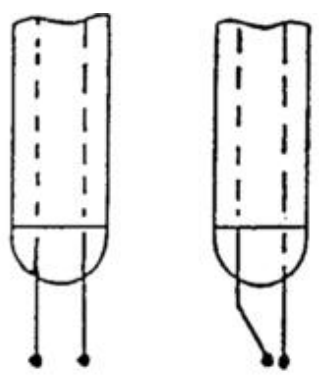

图 6
- 3、测量电极弯曲而没有短路时可以使用。也可以进行修复。修复时要用镊子夹住铂金电极的根部，慢慢修整铂金电极的顶端，可用的电极如下图 6 所示：